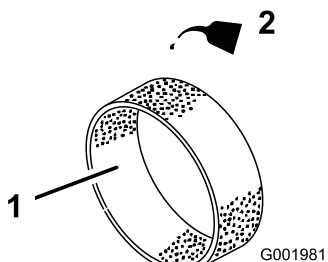

Bild 46
- Tragen Sie 30 oder 60 ml des Öls auf das Element auf (Bild 46).